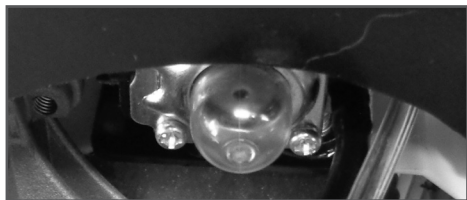

Рис. 5 Ручной топливный насос
3. Нажмите на ручной топливный насос 5-10 раз, до появления в нем топлива. Насос находится в нижней части карбюратора под корпусом воздушного фильтра (Рис. 5).